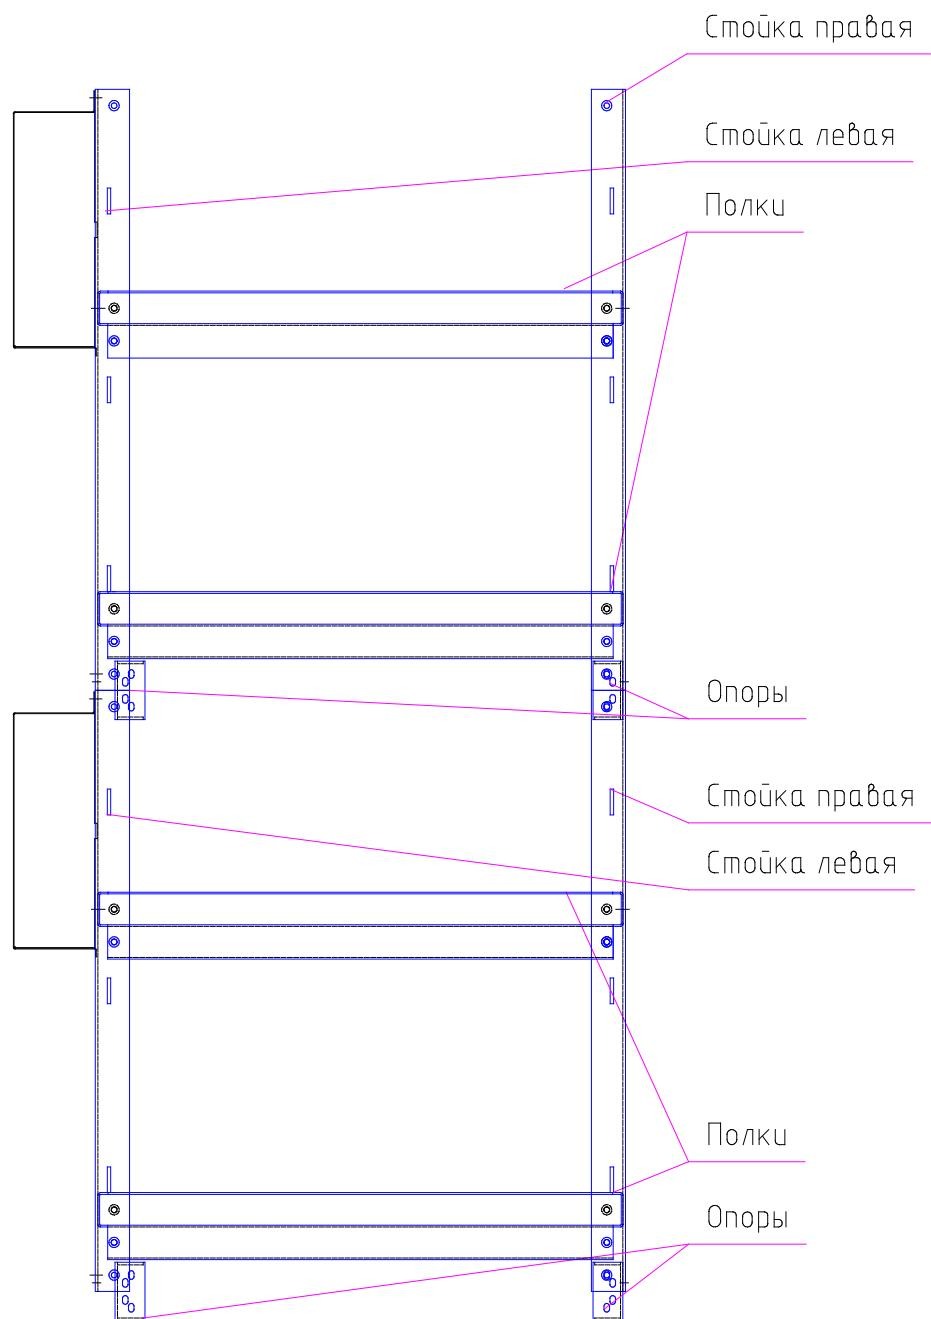

Рисунок 4.6 – Вид двух собранных и соединенных стеллажей МБС-02.
4.9 Для масштабирования стеллажей в высоту необходимо после пункта 4.3 закрепить опоры верхнего стеллажа на стойках нижнего (рисунок 4.6).